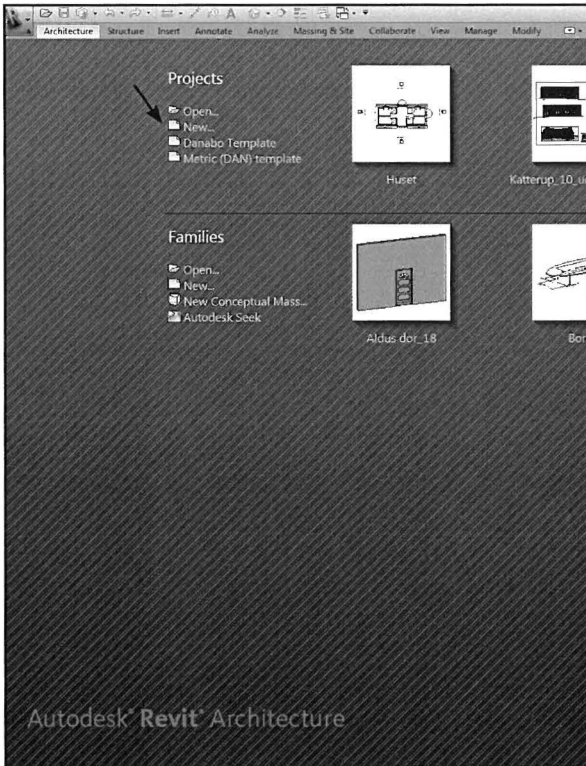

Fig. 03.01.
- Klik *New* under *Projects* (Fig. 03.01).